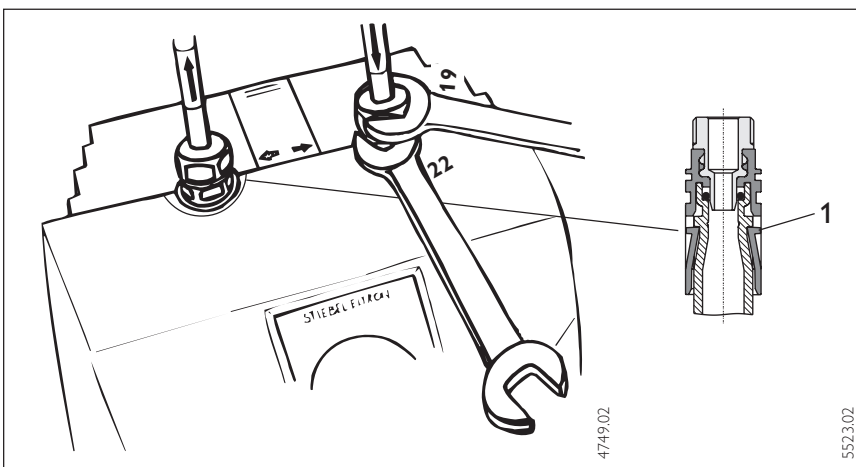

Abb. 7/ Fig. 7/Afb. 7
Ein beschädigter Gewindenippel kann ausgetauscht werden, dazu sind die beiden Rasthaken Abb. 7, Pos. 1 mit Hilfe eines Schraubendrehers zu entfernen. Die Dichtringe sind zu erneuern.
A damaged connection thread can be exchanged by removing the hooks (Fig. 7, pos. 1) using screwdriver. The washers must be replaced.
Un raccord fileté endommagé peut être changé, à cet effet enlever le jonc de sécurité, fig. 7 rep. 1. Remplacer les joints d'étanchéité.